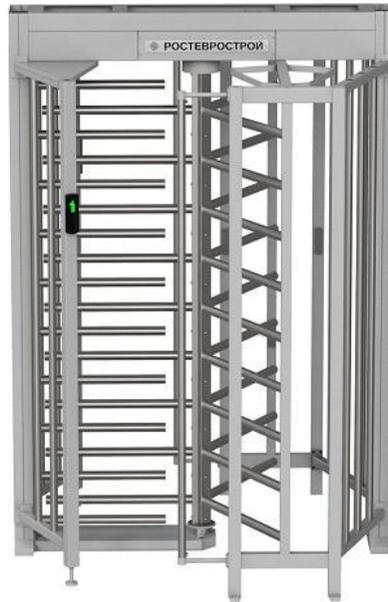

Рис. 7
#### *5. Окончательная сборка (рис.7, 8):*
- установите на место крышку **20** (выполнить после подключения турникета и проведения, при необходимости, режима калибровки) и закрепите винтами М4 (рис.7).